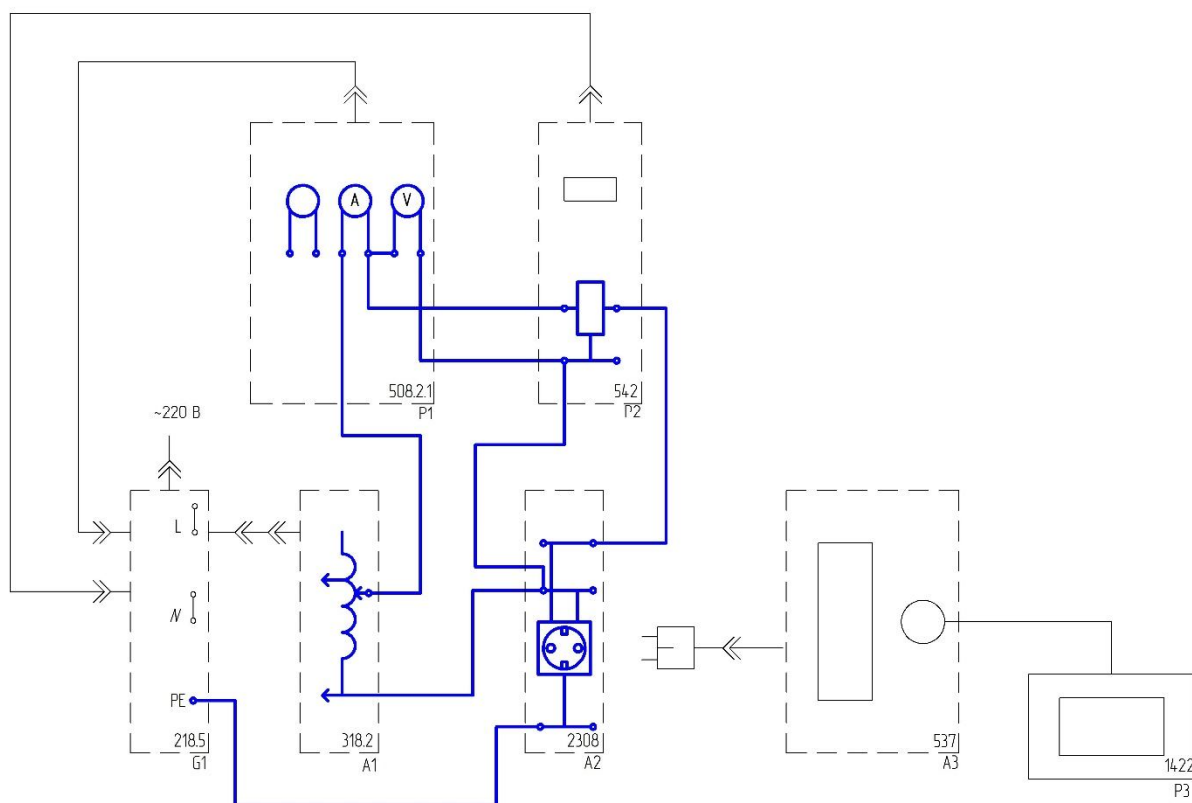

Рис.2.10.
- Соедините аппаратуру в соответствии со схемой электрической соединений, приведенной на рис.2.10.